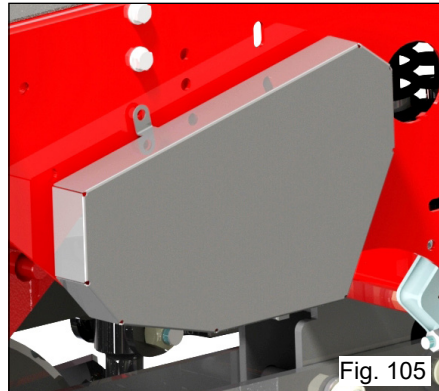

Fig. 105
A capa de proteção das engrenagens de semente (Fig. 105), só pode ser aberta para a execução das regulagens, lubrificação, reparo ou ajuste, ao fim dos quais deve ser, obrigatoriamente, recolocada. (NR-31, item 31.12.5)